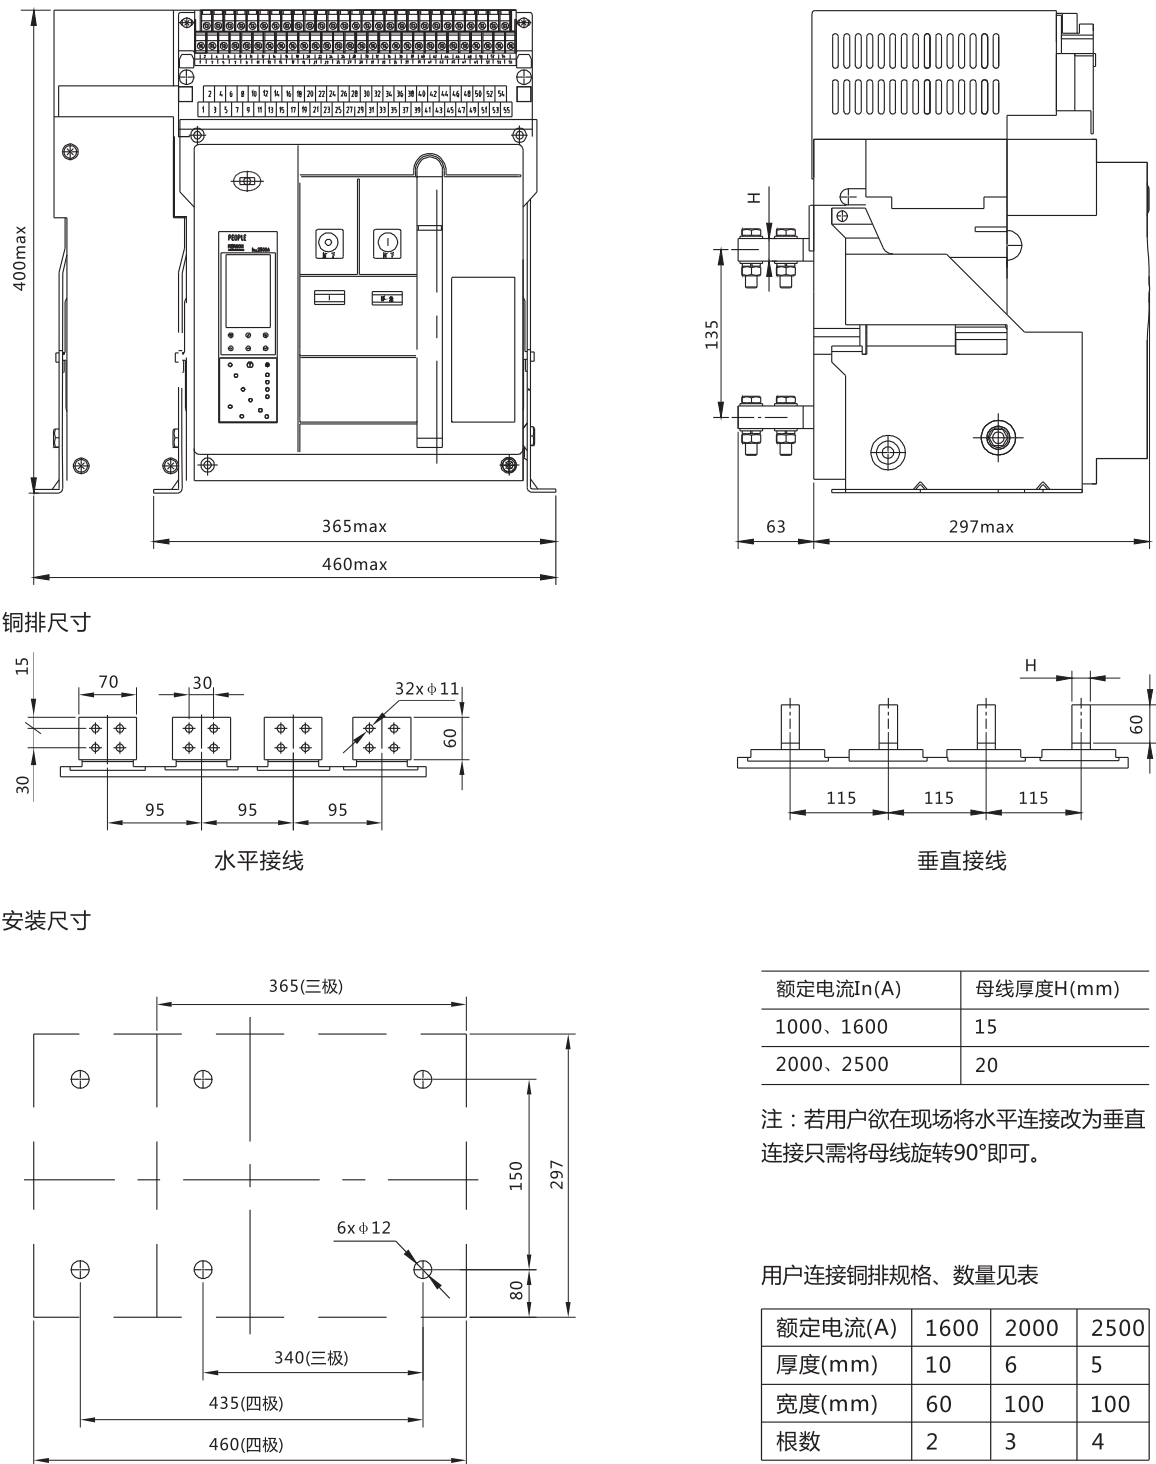

图8
7.2 RDW2-2500固定式断路器外形尺寸、安装尺寸及面板开孔尺寸见图8